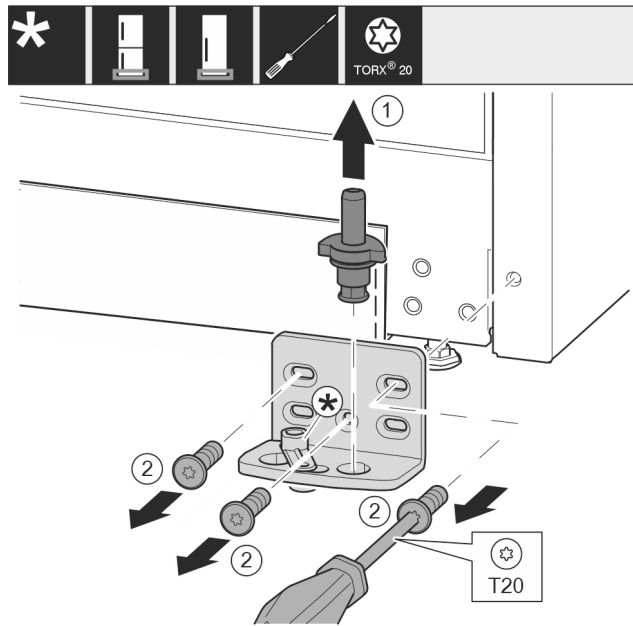

Fig. 11
- ▶ Húzza ki teljesen a csapszeget felfelé. Fig. 11 (1)
- ▶ Csavarja ki a csavarokat a T20 csavarhúzóval, és vegye le a csapágybakot. Fig. 11 (2)